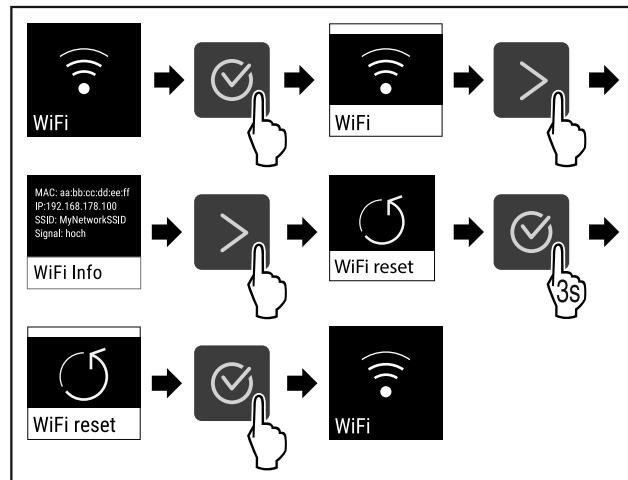

Fig. 88
- Εκτελέστε τα βήματα ενεργειών (βλέπε Fig. 88).